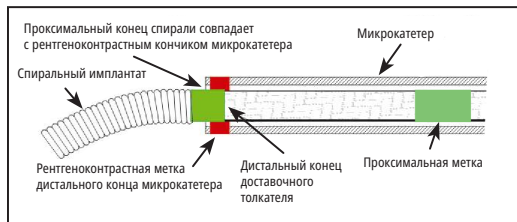

Рис. 4. Расположение кольцевых меток для отсоединения
26. Продвигайте спираль в нужное место до тех пор, пока рентгеноконтрастная метка на доставочном толкателе не совпадет с рентгеноконтрастной меткой дистального конца микрокатетера или не окажется немного дистальнее ее, причем зона отсоединения должна быть расположена непосредственно за кончиком микрокатетера. См. рис. 4.